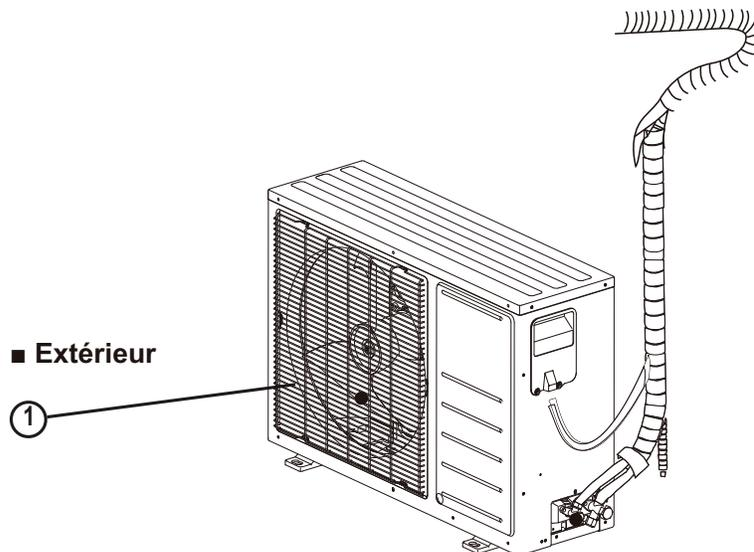

Fig. 2 – Appareil extérieur
- La figure 2 ci-dessus n’est qu’une ébauche. D’autres modèles peuvent présenter de légères différences.